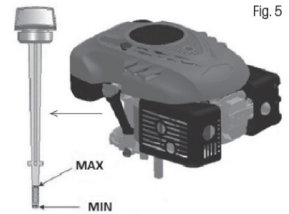

Fig. 5
2. Quite la tapa del aceite (Fig. 5). La tapa contiene la varilla medidora de aceite.
4. El nivel de aceite debe estar entre el límite superior (MÁX) y el límite inferior (MÍN) (Fig. 5)